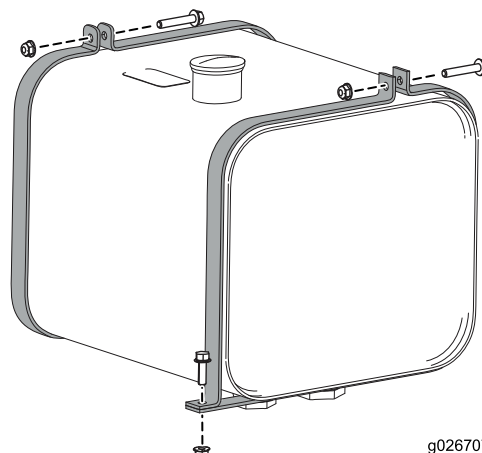

Figure 47
8. Desserrez les sangles du réservoir hydraulique et déposez le réservoir de la machine (Figure 47).